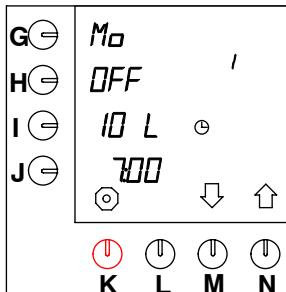

Fig. 33 Ajustes preprogramados (inactivos)
Hay catorce "ajustes de hora" preprogramados para todos los días de la semana. En el momento en que quedan activados por el procedimiento que se explica a continuación, sólo estarán activos y visibles en el modo de usuario. Todos los ajustes pueden ser modificados a voluntad. Los catorce ajustes estandar son mencionados en (ver fig. 33):
- Mantenga apretada la tecla de selección (**N.**) \uparrow hasta que en el display aparezca fig. 33 .